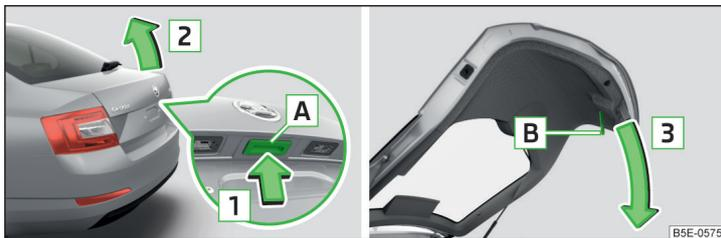

Abb. 38 Gepäckraumklappe öffnen/schließen
- Zum **Öffnen** die Taste **A** in Pfeilrichtung **1** drücken » Abb. 38.
Die Taste **A** » Abb. 38 wird beim Anfahren bzw. ab einer Geschwindigkeit von mehr als 5 km/h deaktiviert. Nach dem Anhalten und Öffnen einer Tür wird die Taste wieder aktiviert.